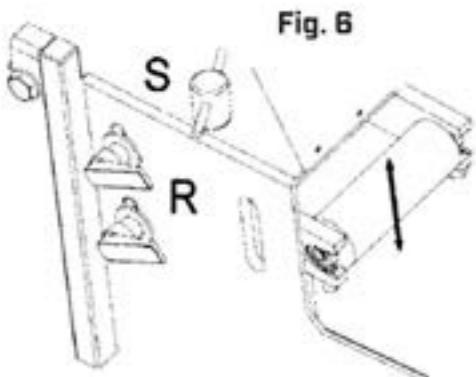

Fig 6. Justering av høyden på sliperullen.
1. Løsne begge spenningspakkene R (fig. 6)
2. Juster høyden på sliperullen med justeringsskruen S (fig. 6)